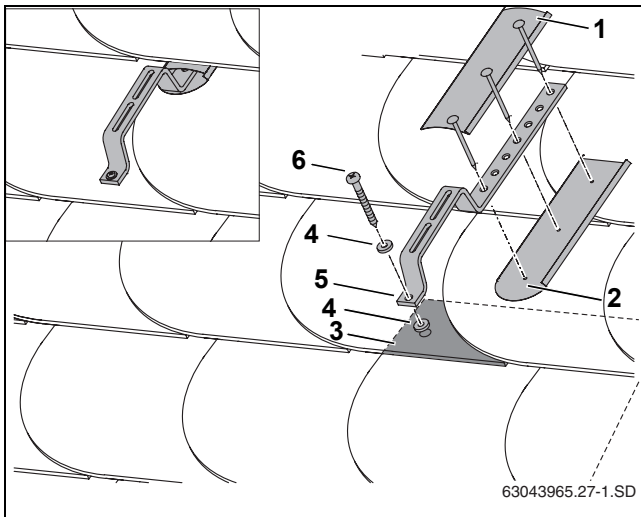

Fig. 25 Montaje sobre cubierta de pizarra o chillas
A continuación se muestra el montaje de un gancho especial de tejado y la cobertura estanca al agua con chapas a suministrar por el instalador (Fig. 25, [1] y [2]) tomando como ejemplo una cubierta de pizarra o chillas.
- ▶ Monte el gancho especial de tejado (Fig. 25, [5]) y la junta (Fig. 25, [4]) con el tornillo (Fig. 25, [6]) sobre la cubierta de pizarra o chillas.
- ▶ Para asegurar un montaje estanco, debe montar chapas por encima y por debajo de los ganchos especiales de tejado (Fig. 25, [1] y [2]).
En las cubiertas múltiples, el gancho especial de tejado debe quedar apoyado en la parte delantera (Fig. 25, [3]).